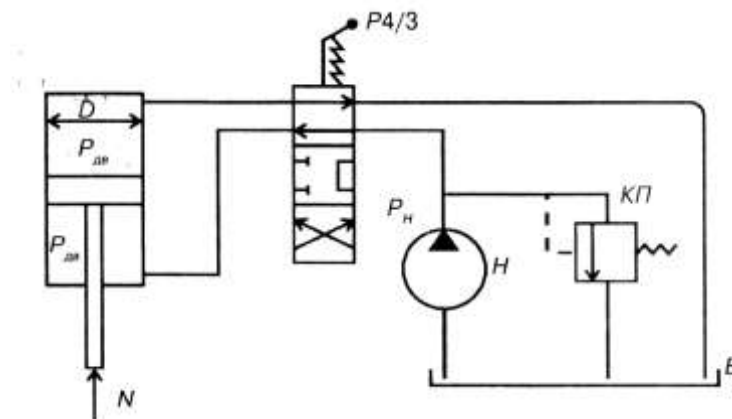

Рисунок 1 – Схема объемного гидропривода возвратно-поступательного движения
ЗАДАЧА №1. Гидравлическая система рулевого управления трактора К-700 (рисунок 1) состоит из насоса Н шестеренчатого с подачей  $Q$ , развивающего давление на выходе насоса  $P_n$ , нагнетательного трубопровода длиной  $l$  и диаметром  $d$ , предохранительного клапана КП, гидрораспределителя Р4/3, силового цилиндра Ц с поршнем диаметром  $D$ , сливного трубопровода и гидробака Б. В качестве рабочей жидкости используется автотракторное масло с кинематической вязкостью  $\nu$  и удельным весом  $\gamma$ .
стемой комбайна (рис. 1). Эта система имеет силовой цилиндр Ц с поршнем, распределитель Р4/3 с золотником, гидронасос Н и перепускной клапан КП. Силовой цилиндр Ц соединен с распределителем при помощи трубопроводов.
**ЗАДАЧА № 5.** Культиватор-растениепитатель КРСШ-2,8 снабжен гидравлической системой, состоящей из следующих элементов: силового цилиндра Ц, гидрораспределителя Р4/3, шестеренного насоса Н и перепускного клапана КП (рис. 1).
**ЗАДАЧА № 6.** Гидравлическая система загрузчика сеялок автомобильного ЗСА-40 (рис. 1) содержит следующие основные элементы: шестеренный насос Н, подключенный к нагнетательному трубопроводу, установленный на сливном трубопроводе предохранительный клапан КП, распределитель Р4/3 и силовой цилиндр Ц с возможностью возвратно-поступательного перемещения поршня.
**ЗАДАЧА № 7.** Картофелеуборочный комбайн ККУ-2 «Дружба» снабжен гидравлической системой, состоящей из следующих элементов: цилиндра силового Ц, гидрораспределителя Р4/3, шестеренного насоса Н и предохранительного клапана КП (рис. 1).
тельный трубопровод имеет длину  $l$  и диаметр  $d$ . Цилиндр поршня имеет диаметр  $D$  (рис. 1).
**ЗАДАЧА № 9.** Гидравлическая система пресс-подборщика с боковой подачей ППБ-1,3 состоит из следующих основных элементов: силового цилиндра Ц, гидрораспределителя Р4/3, шестеренного насоса Н и перепускного клапана КП (рис. 1).